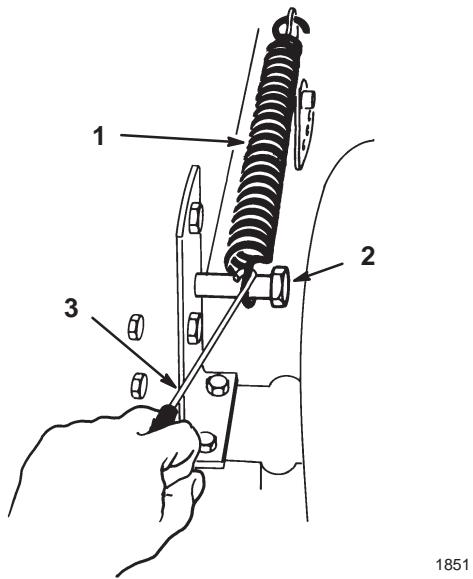

**Bild 9**
12. Lockern Sie die Klemmmutter am Ende des Kabels. Führen Sie das Kabel durch den Schlitz in der Schneidwerkhalterung (Bild 9).
13. Haken Sie das Z-Ende des ZWA-Kabels am Breibinder-Arm ein (Bild 9).
14. Rasten Sie den Zapfwellenhebel am Armaturenbrett ein. Messen Sie den Abstand zwischen dem Z-Ende des Kabels und der Befestigungshalterung (Bild 9). Stellen Sie die Klemmmuttern so ein, dass Sie einen Abstand von 89 mm erreichen (Bild 9).